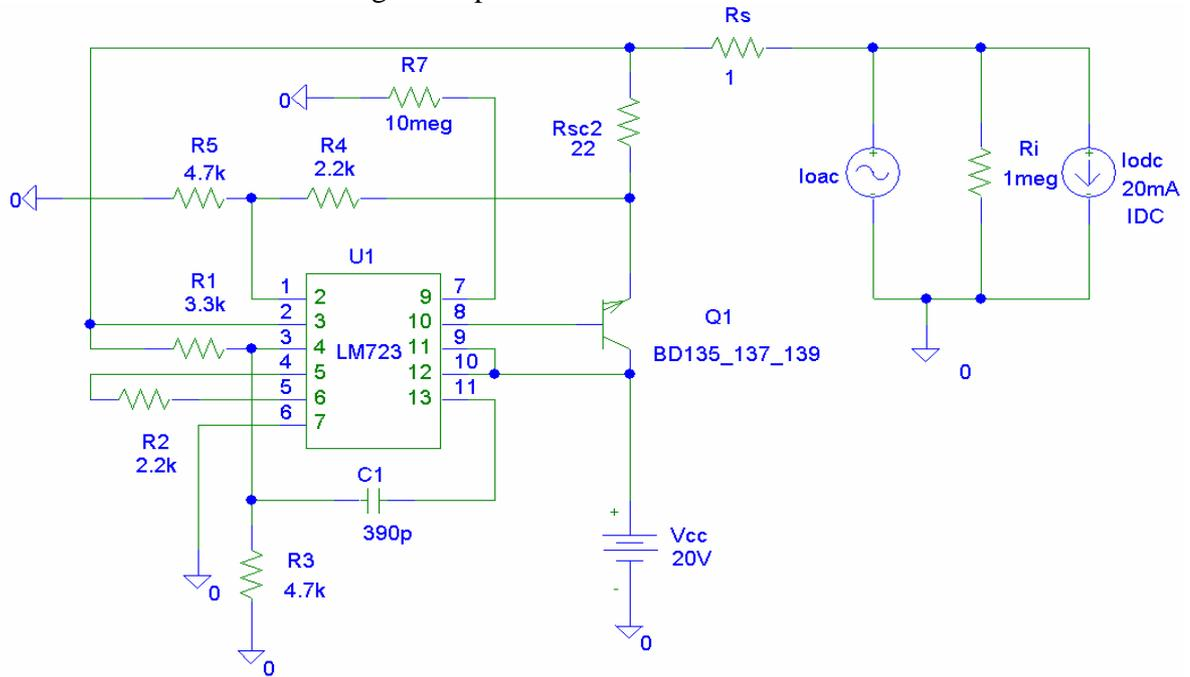

Figura 19. Schema pentru determinarea rezistentei de iesire
B. Se realizeaza schema din figura 19 pentru determinarea rezistentei de iesire: